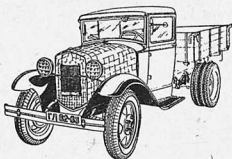

Рис. 1. Утеплительный чехол для автомобиля ГАЗ-АА
**Ответ.** При стоянке следует прогреть двигатель путем периодического запуска. Для замедления остывания надо одевать на радиатор и капот автомобиля теплый чехол. Чехол для автомобиля ГАЗ-АА должен иметь спереди один клапан (рис. 1), а для М-1 — два (рис. 2). Клапаны нужно обязательно открывать перед проганием с места.